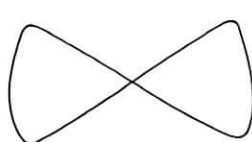
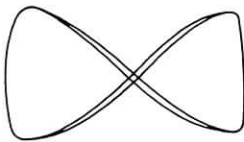
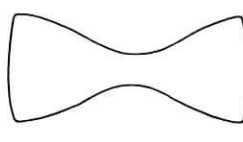
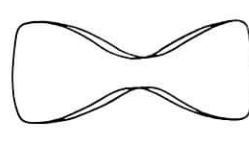

Fig. 15a
Fig. 15b
Fig. 15c
Fig. 15d
- Ontstaat figuur 15b regel dan S652 met trimsleutel 18 totdat fig. 15a ontstaat
- Indien fig. 15c ontstaat regel dan R1370 tot fig. 15a ontstaat.
- Indien fig. 15d ontstaat regel dan eerst met trimsleutel 18 S652 tot fig. 15c ontstaat en daarna R1370 tot fig. 15a ontstaat.
- Si la figure 15a apparaît, il n'y a pas lieu de régler.
- Si la figure 15b apparaît, régler à l'aide de la clé 18 S652 jusqu'à l'obtention de la figure 15a.
- Si la figure 15c apparaît, régler R1370 pour obtenir la figure 15a.
- Si la figure 15d apparaît, régler d'abord avec la clé 18 S652 pour avoir la figure 15c, et ensuite R1370 pour obtenir la figure 15a.
- Erhält man Fig. 15a, erübrigt sich ein weiterer Abgleich.
- Erhält man Fig. 15b, so ist S652 mit Trimmerschlüssel 18 abzugleichen, bis Fig. 15a entsteht.
- Erhält man Fig. 15c, ist R1370 abzugleichen bis Fig. 15a entsteht.
- Erhält man Fig. 15d, ist zuerst S652 mit Trimmerschlüssel 18 abzugleichen bis Fig. 15c entsteht, und danach R1370, bis Fig. 15a entsteht.